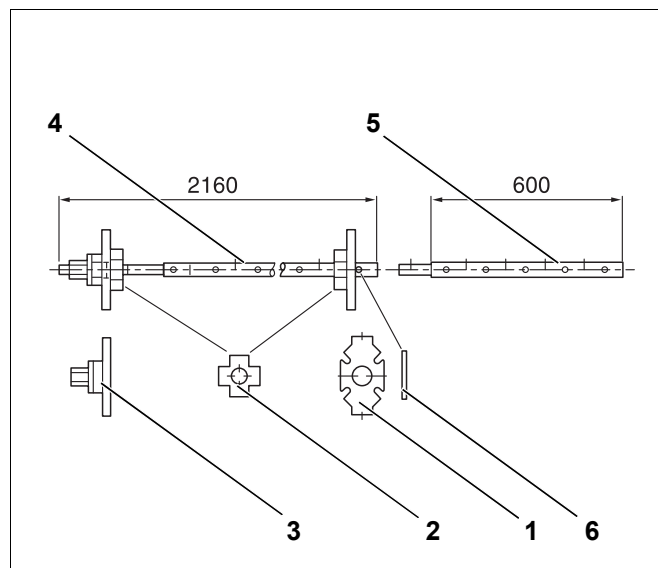
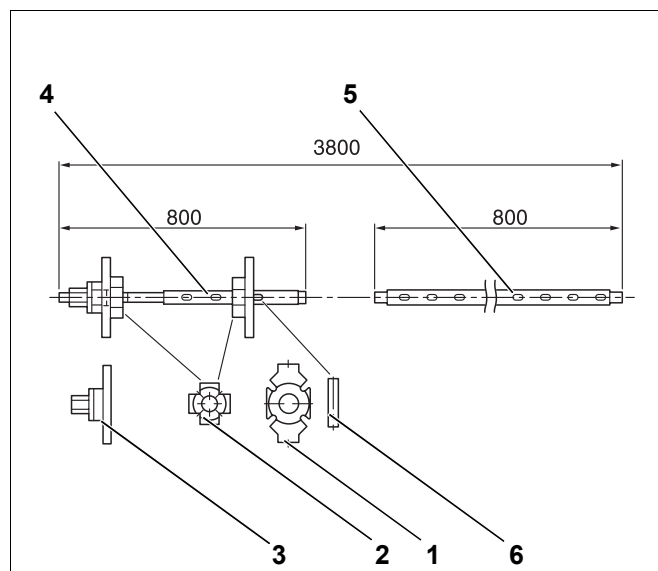

Fig. 4 Strettoi di montaggio dimensioni 2.2 (misure in mm)
Fig. 5 Strettoi di montaggio dimensioni 2.3 (misure in mm)
- Strettoi di montaggio 2.2 (fig. 4, pag. 13) o 2.3 (fig. 5, pag. 13)